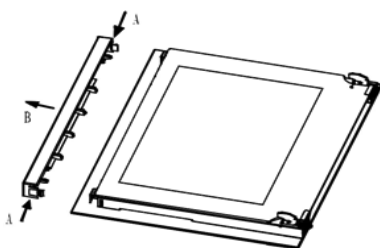

Рис. 3
1. Нажмите на кнопку на левой и правой частях дверцы, извлеките верхнюю планку (Рис.3)